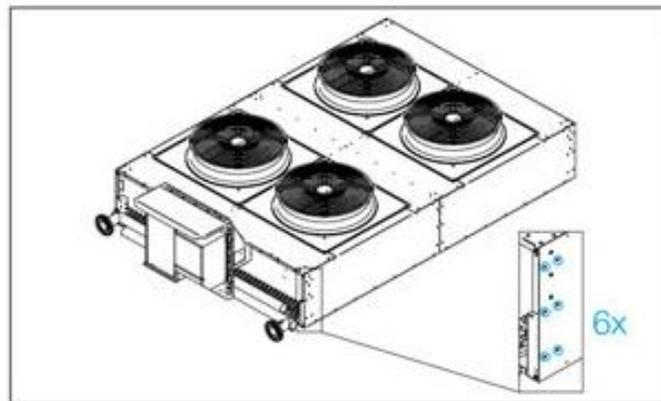

Fig. 4
- Fixer les barres verticales « D » au moyen des vis et rondelles fournies (Fig. 4 & 5)